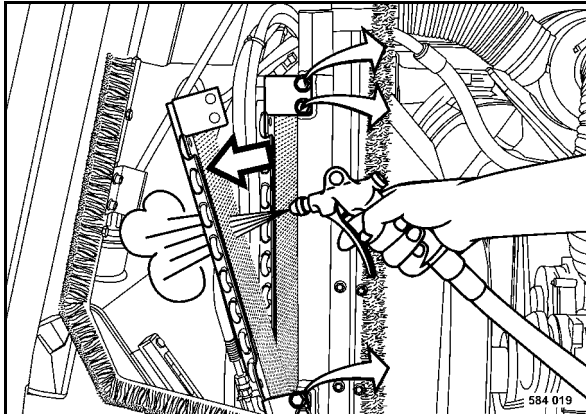

Fig. 117
- Desenroscar los tornillos de fijación del condensador (Fig. 117) y plegar el condensador hacia delante.